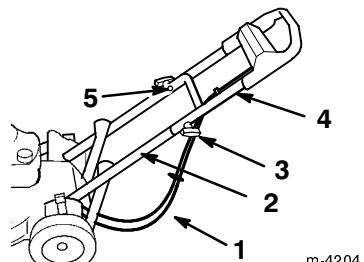

Figure 49
- Glissez la partie supérieure du mancheron sur la partie inférieure de sorte qu'elles s'adaptent parfaitement (Fig. 49).
- Les câbles doivent passer sous et derrière la partie inférieure du mancheron, comme indiqué à la Figure 49.
- Fixez la partie supérieure du mancheron à la partie inférieure à l'aide de deux boulons profilés et boutons (Fig. 49).